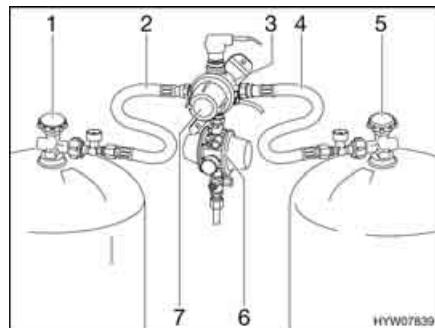
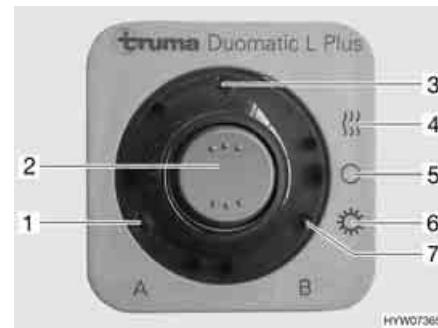

Fig. 124 Impianto di commutazione DuoComfort
Fig. 125 Centralina di controllo
L'impianto di commutazione DuoComfort è costituito da una valvola di commutazione (Fig. 124,3) e da una centralina di controllo (Fig. 125). Il regolatore centrale è montato tra il regolatore di pressione del gas (Fig. 124,6) e i tubi del gas (Fig. 124,2 e 4). Con la manopola (Fig. 124,7) sulla valvola di commutazione è possibile stabilire, quale delle bombole del gas viene utilizzata come bombola in uso e quale bombola del gas viene utilizzata come bombola di riserva.
Sulla centralina di controllo (Fig. 125) possono venire azionate solo le funzioni elettriche. Le valvole principali di arresto delle bombole del gas (Fig. 124,1 e 5) devono essere aperti manualmente.
- Aprire le valvole principali di arresto delle bombole del gas (Fig. 124,1 e 5).
- Con la manopola (Fig. 124,7) sul regolatore (Fig. 124,3) selezionare la bombola del gas, da cui proviene la principale alimentazione del gas (bomba in uso). Girare la manopola fino all'arresto.
- Sulla centralina di controllo (Fig. 125) attivare l'impianto di commutazione DuoComfort.
Posizionare l'interruttore a bilico (Fig. 125,2) su funzionamento invernale "On e riscaldamento" (Fig. 125,4) oppure su funzionamento estivo "On" (Fig. 125,6). La valvola di commutazione è ora disareata. L'indicazione di funzionamento (Fig. 125,3) si accende.
- Portare l'interruttore a bilico (Fig. 125,2) in posizione "O" (Fig. 125,5). L'indicazione di funzionamento (Fig. 125,3) si spegne.
- Chiudere le valvole principali di arresto delle bombole del gas (Fig. 124,1 e 5).
Le spie di controllo sulla centralina di controllo (Fig. 125,1 e 7) segnalano all'interno del veicolo, se le bombole del gas sono pronte al funzionamento.